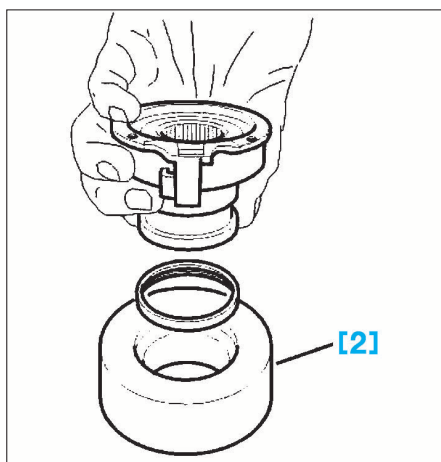

FIG. 8
- Présenter la butée en maintenant les deux demi-lunes sur l'outil (Fig.8).